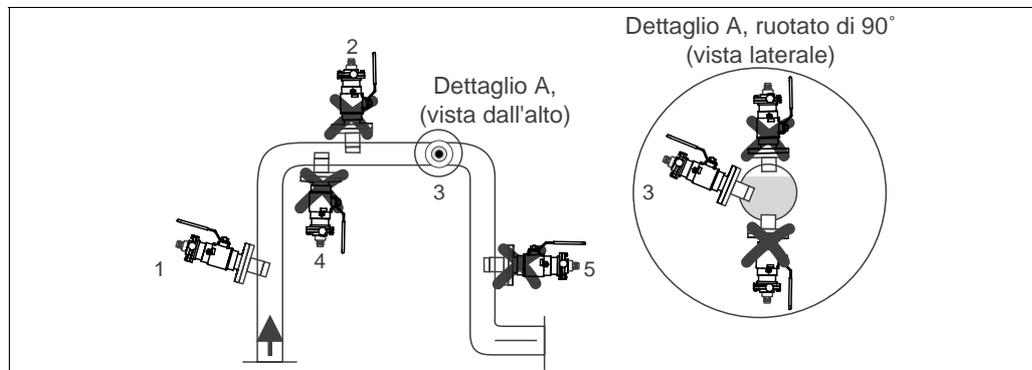

Fig. 7: Posizioni di installazione del sensore consentite e non consentite
- Non installare l'armatura dove possono formarsi schiuma o cuscinetti d'aria o dove le particelle sospese possono posarsi sulla parte sensibile del sensore (→ Fig. 7).